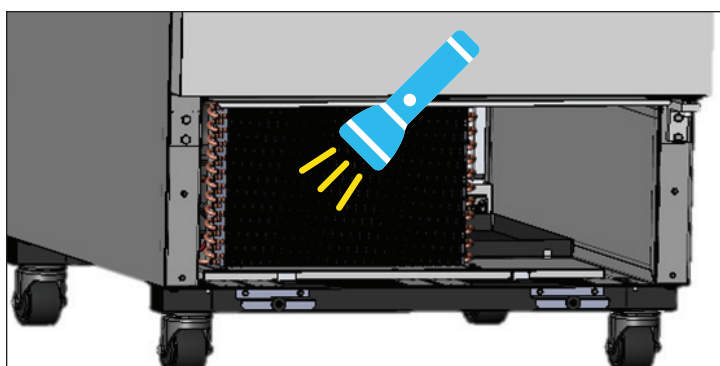

Рис. 4. Убедиться в полном удалении грязи.
4. Светя фонарем сквозь змеевик вглубь аппарата, проверить качество очистки поверхности змеевика от грязи. При этом должны быть видны вращающиеся лопасти вентилятора конденсатора. См. рис. 4.